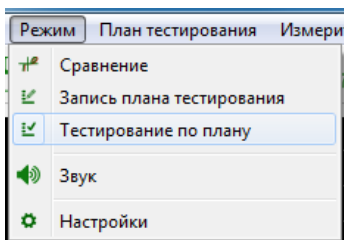

Рисунок 24. Пункт меню Тестирование по плану ПО EPLab.
4. Для использования плана тестирования перейдите в пункт меню "Режим" -> "Тестирование по плану" (Рисунок 24) или нажмите на кнопку  на панели инструментов.